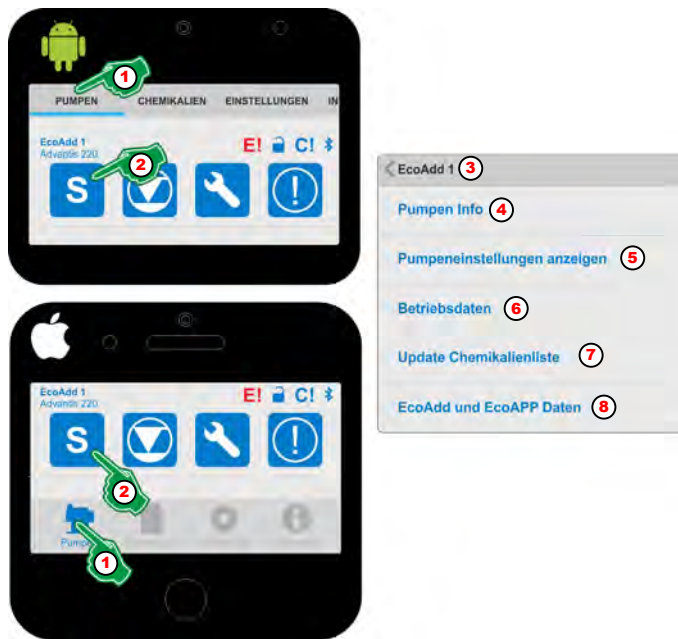

Abb. 21: Pumpendaten auslesen
1. ➤ Menü [Pumpen] (Abb. 21 ,Pos. 1) auswählen.
2. ➤ „Dosiermodus“ (Abb. 21 ,Pos. 2) Symbol antippen um in die Pumpeneinstellungen der gewählten Pumpe zu gelangen.
3. ➤ Die gewünschte Auswahl (Abb. 21 ,Pos. 4 bis Pos. 8) antippen.